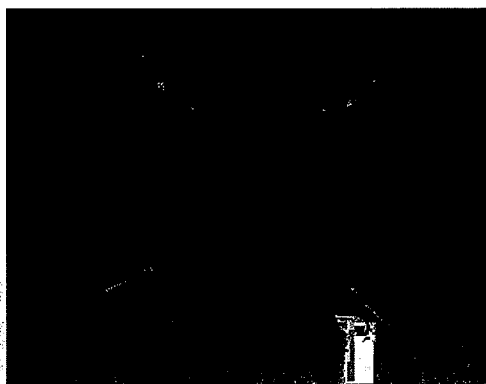

Figura 36
3. Si la máquina está equipada con el orificio opcional de limpieza, abra la cubierta inferior del orificio de limpieza para lo cual desatornille las cuatro perillas (consulte la figura 36). **NOTA: Primero compruebe que el depósito está vacío.**